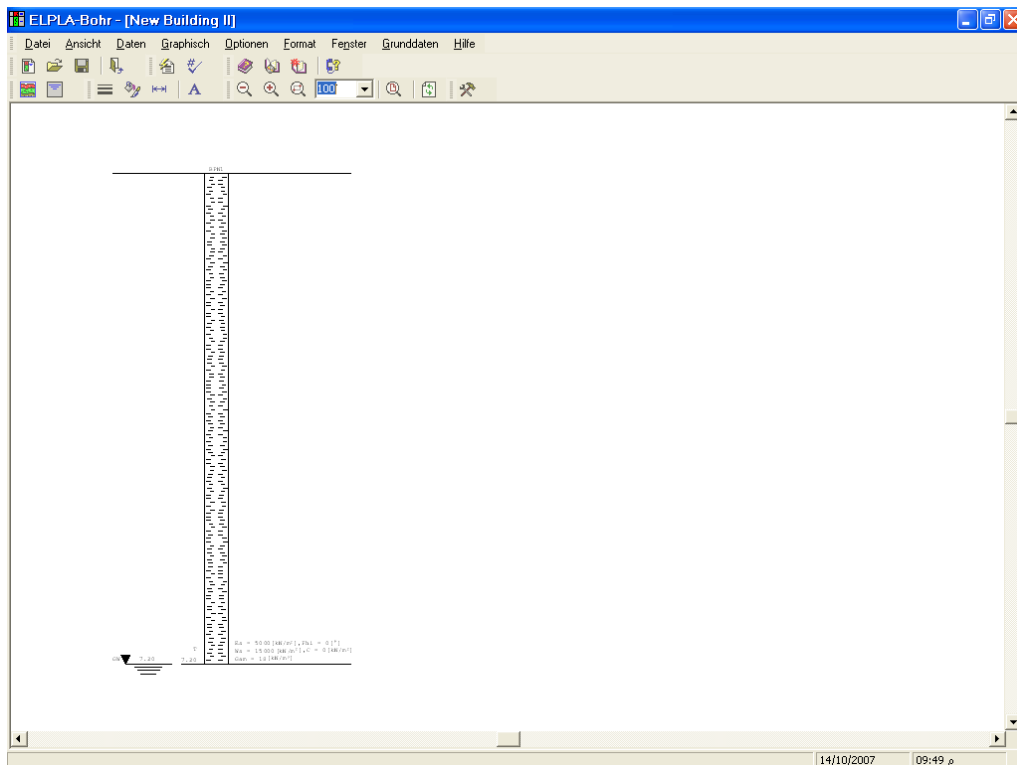

Bild 9-22 Bohrprofil auf dem Bildschirm
Nach der Definition aller Baugrunddaten sollte der Bildschirm wie das folgende Bild 9-22 aussehen.
- Wählen Sie "Baugrunddaten speichern" aus dem Menü "Datei" im Bild 9-22, um die Baugrunddaten zu speichern
- Wählen Sie "Baugrunddaten schließen" aus dem "Datei"-Menü im Bild 9-22, um das Unterprogramm *ELPLA-Bohr* zu schließen und zum Hauptfenster des Programms *ELPLA-Daten* zurückzukehren